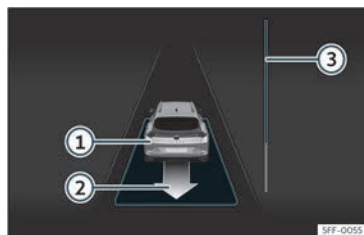

Fig. 174 No ecrã do painel de instrumentos: sair do estacionamento de um lugar em linha.
- Retroceda até soar o sinal contínuo do ParkPilot; **OU:** faça marcha-atrás até aparecer a indicação de fazer marcha à frente no ecrã do painel de instrumentos. A barra de progresso >>> **Fig. 174**  indica a distância a percorrer >>> Página 281.